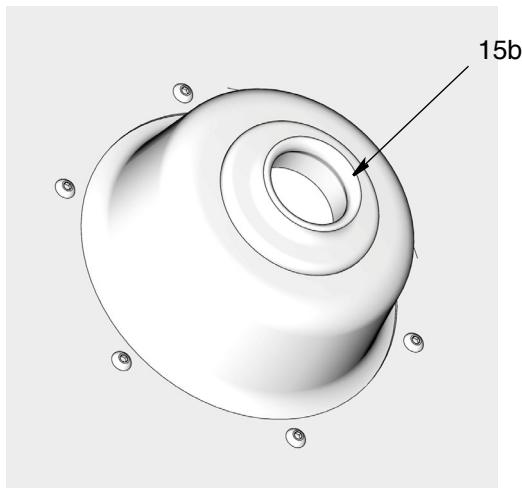

Рис. 25
5. Проверьте, находится ли резиновая прокладка (15б) по центру упорной пластины (Рис. 25).